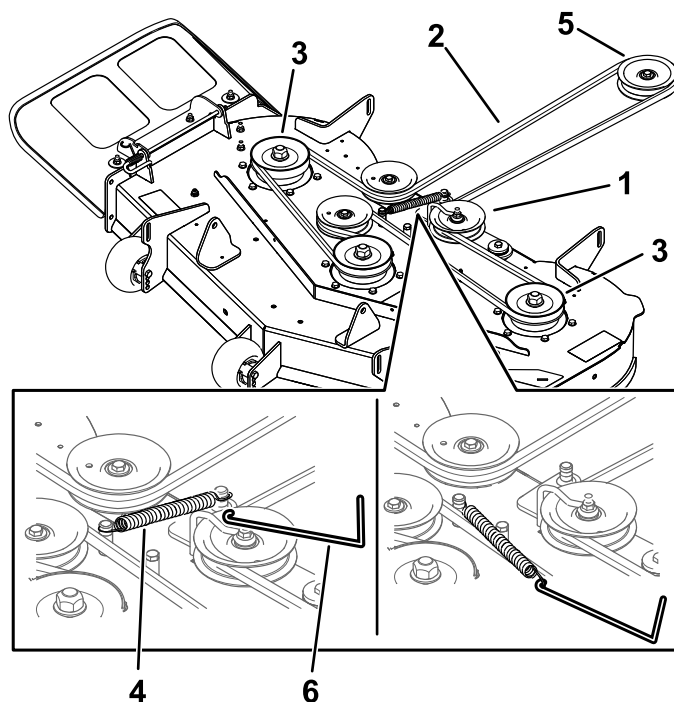

Figure 62
7. À l'aide d'un outil de dépose de ressort (réf. Toro 92-5771), décrochez le ressort du crochet sur le plateau pour détendre la poulie de tension, et déchaussez la courroie des poulies (Figure 62).
8. Acheminez la courroie neuve autour des poulies du moteur et du plateau de coupe (Figure 62).
9. À l'aide d'un outil de dépose de ressort (réf. Toro 92-5771), accrochez le ressort à l'ergot sur le plateau pour tendre la poulie de tension et la courroie de plateau du coupe (Figure 62).